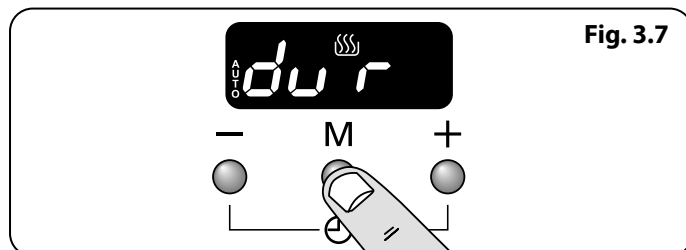

Fig. 3.7
1. Appuyer sur le bouton mode [M] jusqu'à ce que l'écran clignote (dur) (Fig. 3.7). Puis sélectionner la « cuisson » à l'aide des boutons [+] ou [-].